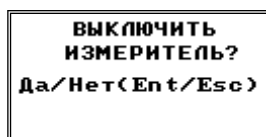

Рисунок 121
7.10.1 После окончания измерений необходимо (рисунок 121):